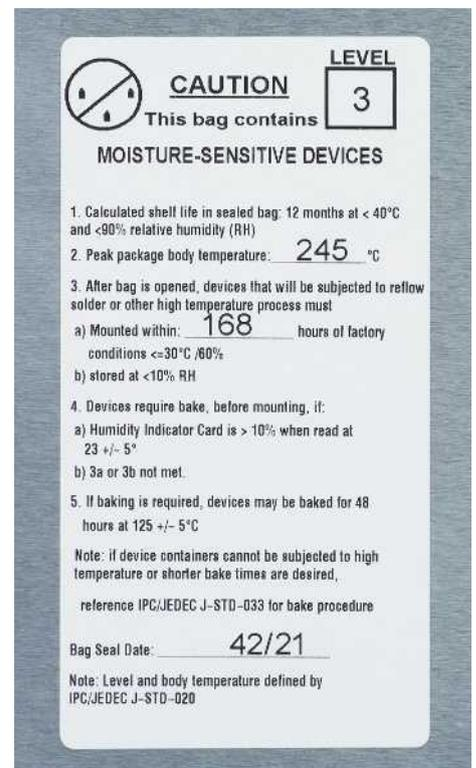

Abb. 36: Kennzeichnung
- Das Verschlussdatum des Drybags (Abb. 36)